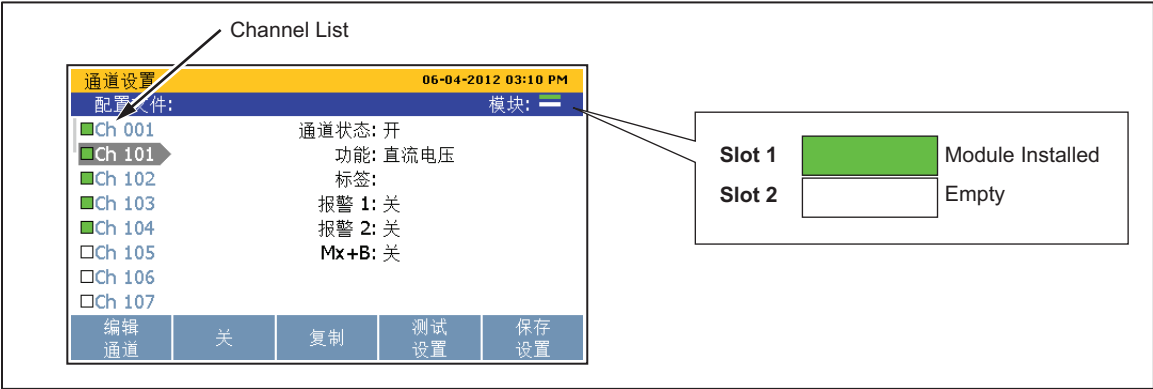

图 3-4.模块标识（图示中已安装输入模块）
8. 使用电源开关接通产品电源。开机后，产品检测输入模块的连接。如果识别出输入模块，模块标识将变为绿色，并在“通道设置”菜单的左侧显示所有可用的通道，如图 3-4 中所示。如果模块标识没有变绿，则请见第 4 章中的故障处理信息。